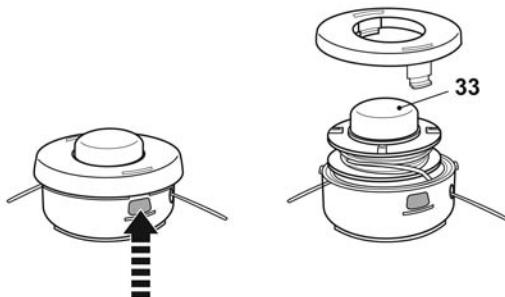

Rys. 31
- > Gdy szpula żyłki się skończy należy wymienić ją na szpulę tego samego typu lub uzupełnić żyłką tnącą (34).
- > Włożyć narzędzie (40) w otwór wałka napędowego, aby go zablokować.
- > Zdemontować głowicę tnącą(32) poprzez odkręcenie w kierunku przeciwnym do ruchu wskazówek zegara (Rys. 31).